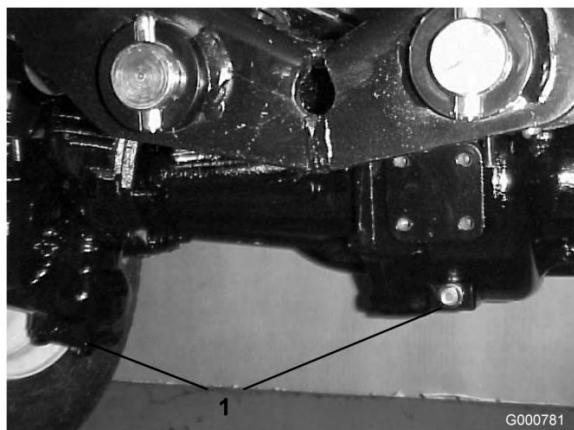

図 71
2. ドレン・プラグ(図 71; 左右端に1個と中央に1個、全部で3個ある)の周辺をきれいに拭く。